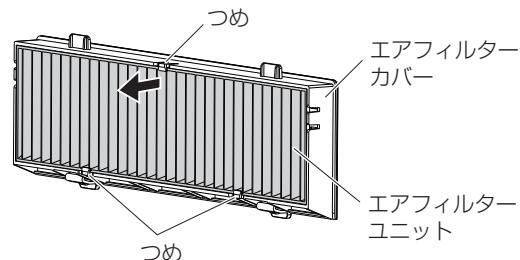

図 2
- ・エアフィルターユニットは 3 か所のつめで固定されています。その内の 1 か所つめがある側のひだをつまみ、エアフィルターをカバーから取り出してください。（図 2）